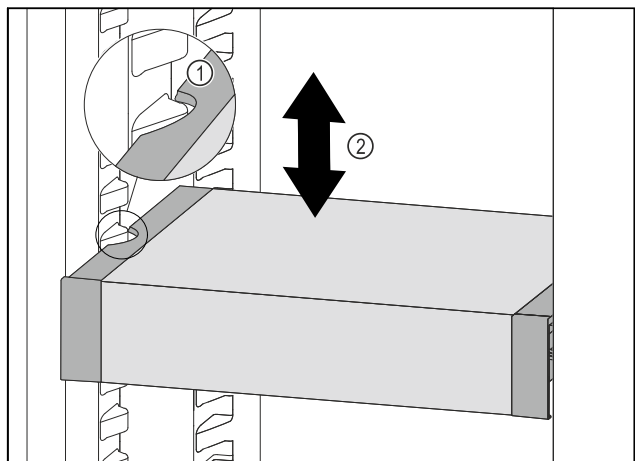

Fig. 131
- VarioSafe ťahajte dopredu, dokým sa bočné vybrania VarioSafe nebudú nachádzať vo výške rebra nádoby v chladničke. Fig. 131 (1)
- VarioSafe v chladničke presúvajte nahor alebo nadol, dokým sa dosiahne požadovaná výška. Fig. 131 (2)